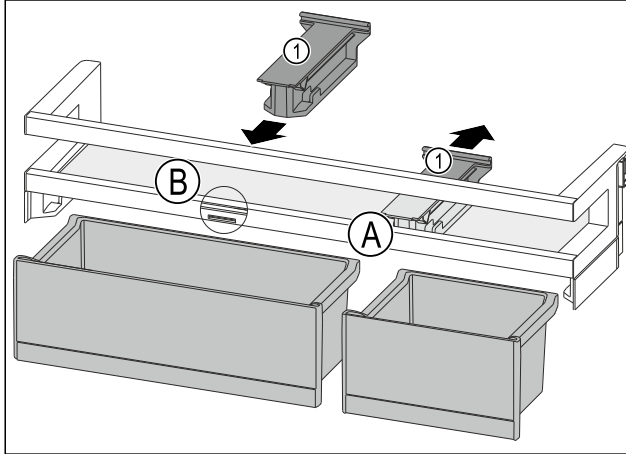

Fig. 89
- ▶ Húzza hátra a tartóelemet Fig. 89 (1) pozícióba Fig. 89 (A).
- ▶ Helyezze be a tartóelemet Fig. 89 (1) pozícióba Fig. 89 (B).